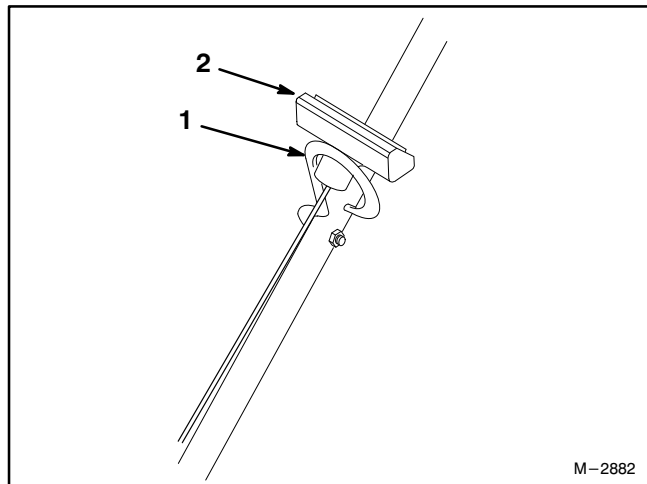

Figure 5
1. Passer la corde du lanceur dans le guide placé sur le mancheron (Fig. 5). Pour l'insérer plus facilement, serrer la barre de commande contre la poignée pour libérer le frein de lame.